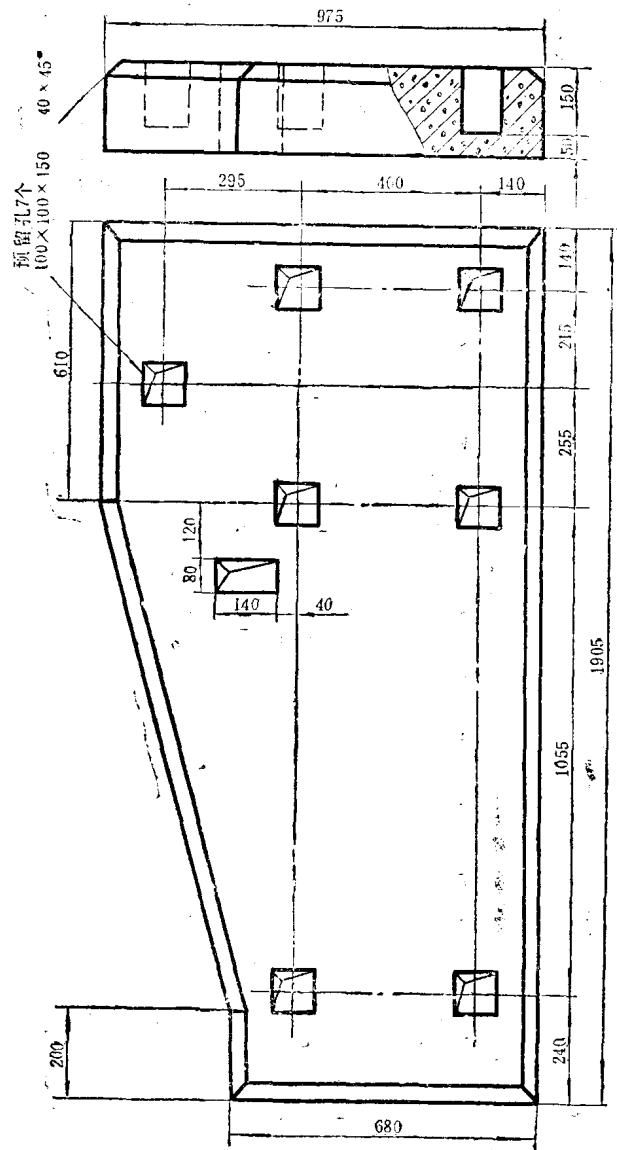

图 12
(11) 安装蜗轮减速机 蜗轮减速机安装的好坏，对电梯的运行质量有直接的影响，所以安装时必须按规定严格执行。首先应按照安装图规定的尺寸和要求预制混凝土座（如图12），该混凝土座的尺寸适用于1吨直流客梯，其他应按实物对照尺寸制作。固定减速机的地脚螺丝孔可按图纸尺寸并结合实物预留，混凝土机座内要加双层钢筋，整个厚度要一致，